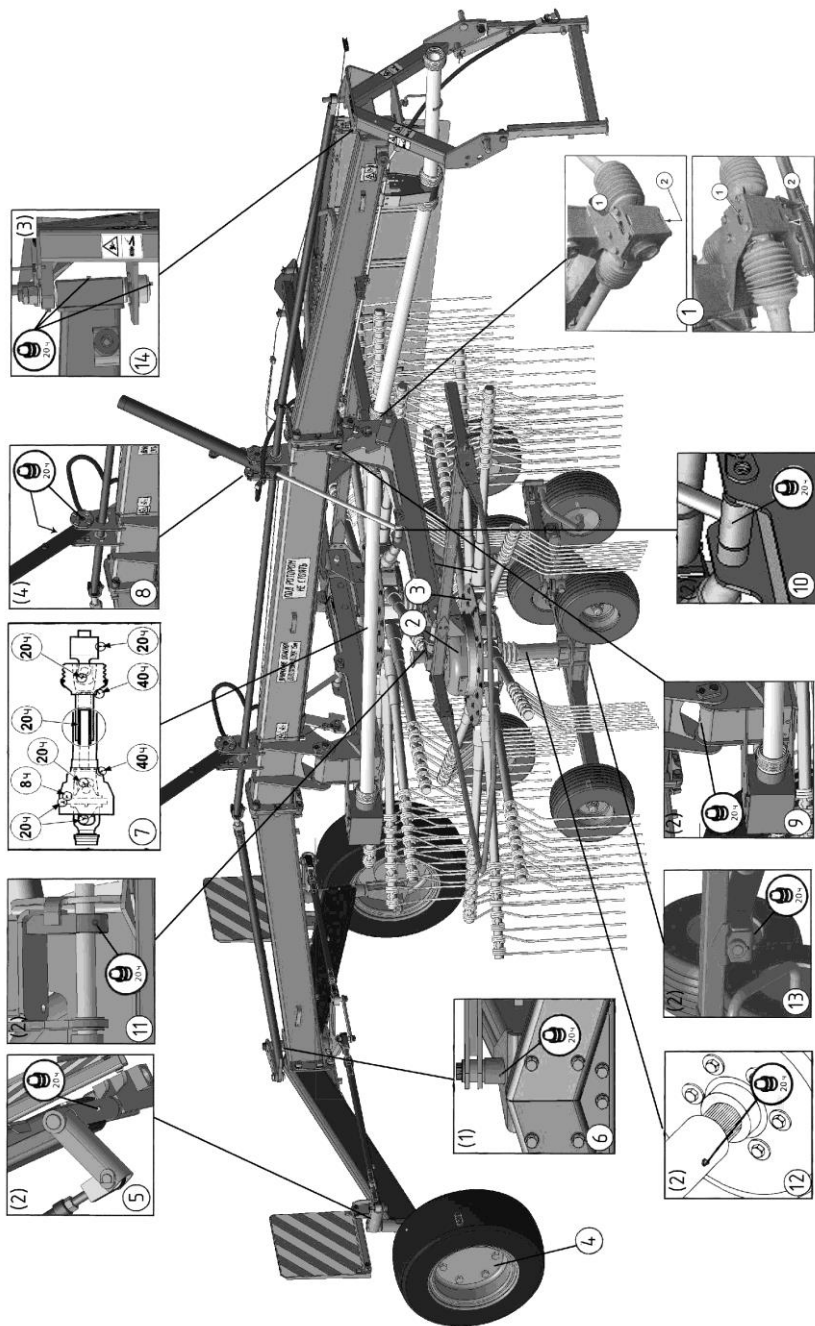

Рис.18 – Схема смазки
9.6 Порядок замены и контроль уровня масла в конических редукторах (поз.16 рис.18).
- выкрутить пробку сливного отверстия (2);
- вкрутить пробку слива масла (2);
- залить масло (1);
9.7 Смазка валкообразователя должна производиться согласно схемы смазки (см.рис.18) и таблицы смазки (приложение Б).